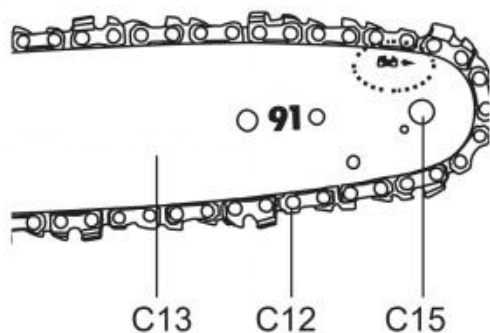

Fig. 11
7) Il movimento della catena è quello indicato dalla freccia (Fig. 11). Assicurarsi che la catena della sega (C12) sia posizionata correttamente sulla ruota dentata (C15) della barra di guida (C13). (Fig.11)